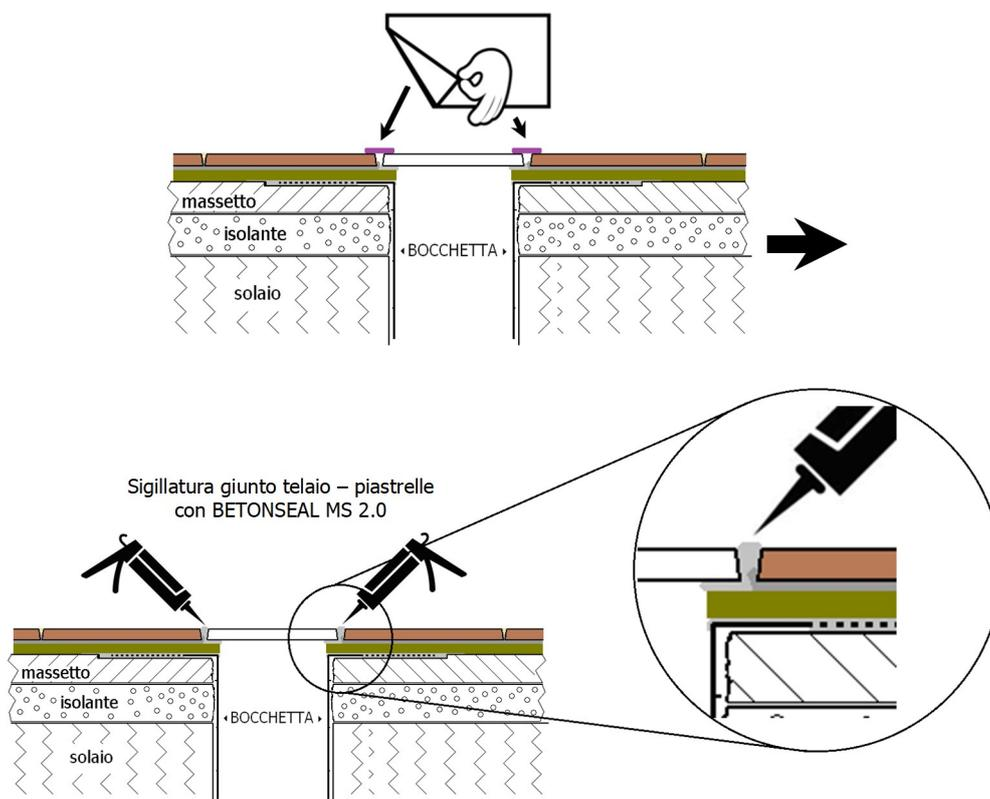

Fig. 8: sigillatura del giunto telaio portagriglia - piastrelle
- al termine delle operazioni di fugatura e dopo la completa asciugatura della superficie si può rimuovere il nastro protettivo e realizzare la sigillatura del giunto telaio-piastrella con BETONSEAL MS 2.0 (vedi Fig. 8);